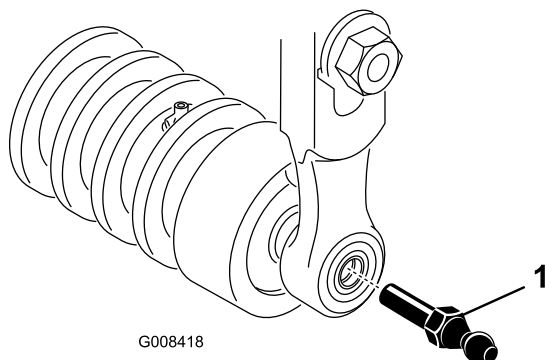

Figura 16
5. Enrosque un espárrago con bola en cada extremo del rodillo delantero de la unidad de corte (Figura 16).